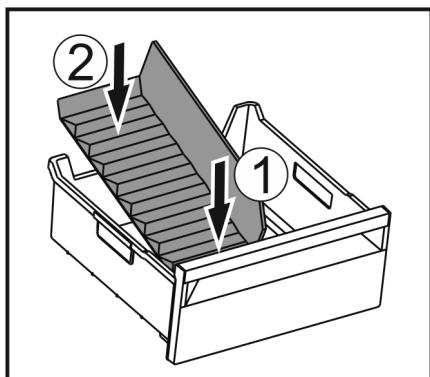

Fig. 35
- Introduceți separatorul mai întâi în față Fig. 35 (1).
- Coborâți partea din spate Fig. 35 (2).